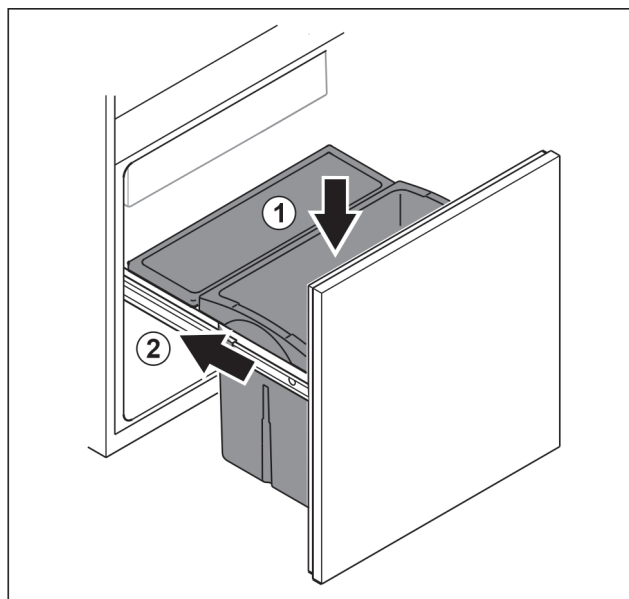

Fig. 101
- ▶ Introduceți sertarul de sus. Fig. 101 (1)
- ▶ Inserați căruciorul de extragere. Fig. 101 (2)